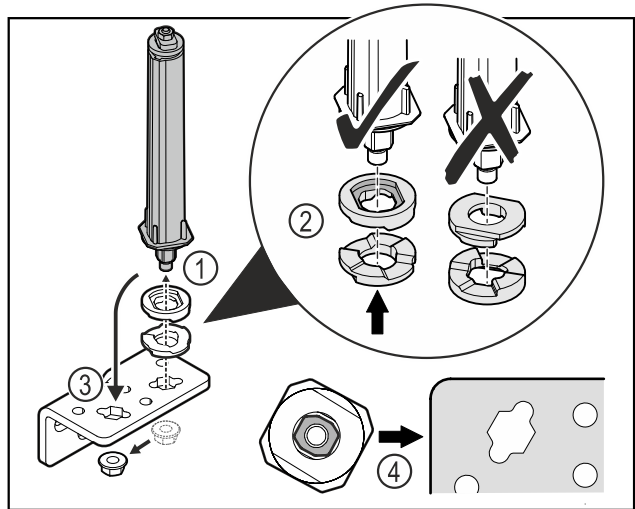

Fig. 36
- ▶ Povolte matici a odstraňte uzavírací systém dvířek Fig. 36 (1).
- ▶ Dbejte na správné vyrovnání výškově stavitelných podložek Fig. 36 (2).
- ▶ Přesaďte uzavírací systém dvířek v úhelníku závěsu a upevněte jej maticí Fig. 36 (3).
- ▶ Při nasazování dbejte na správné vyrovnání uzavíracího systému dvířek Fig. 36 (4).